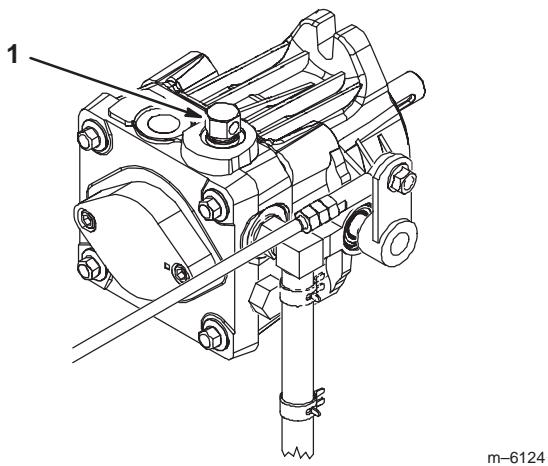

Figure 24
- Tournez les vannes de dérivation d'un tour dans le sens anti-horaire pour pousser la machine. Cela permet au liquide hydraulique de contourner la pompe et aux roues de tourner (Fig. 24).
- Tournez les vannes de dérivation d'1 tour dans le sens horaire pour utiliser la machine (Fig. 24).